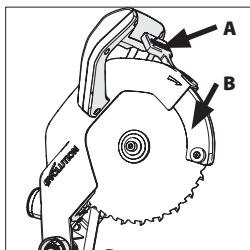

Fig. 28
Per inserire la lama, spingere il pulsante di rilascio del coprilama inferiore, (A) ruotare tale coprilama (B) verso quello superiore e tenerlo in tale posizione (**Fig. 28**).